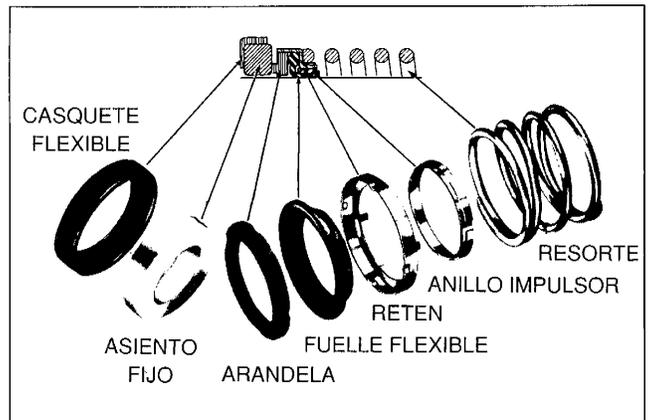

Figura 1. Sello mecánico
- I. Deslice un collar de cierre de sello (54) con los tornillos de fijación (55) orientados hacia el impulsor en cada extremo del eje. Ubíquelos en las marcas de escritura realizadas durante el desarme y trábelas en posición.
- III. Coloque sobre el casquillo de eje el resorte de sello, el anillo impulsor, el retén, el fuelle flexible y la arandela, en ese orden. (Vea la figura 1).
- IV. Inspeccione a fondo la cavidad del casquillo de sello (49) para verificar que no existan marcas o rayaduras que puedan dañar el asiento del sello. Aplique una película de detergente líquido al asiento del sello e instálelo en la cavidad del casquillo de sello, teniendo cuidado de asentarlo pareja y perpendicularmente.
- V. Coloque los anillos "O" (50) alrededor del casquillo del prensaestopas y deslice los casquillos de sello hacia los extremos del eje.
- I. Coloque un asiento de sello en el collarín (54); el otro encaja dentro del casquillo del prensaestopas (49). Estas partes se colocan dentro de sus cavidades de la misma manera que lo harían con un sello individual.
- II. Coloque anillos "O" (51) alrededor de los collarines (54) y coloque estos últimos en los extremos del eje, con los asientos fijos orientados hacia el lado opuesto del impulsor. Luego deslice el fuelle flexible, las arandelas y los resortes sobre el eje, en el orden mostrado en la figura 1, para cada mitad del conjunto de sello doble (53).
- III. Coloque los anillos "O" (50) alrededor del casquillo del sello (49) y deslice los casquillos del sello en los extremos del eje con los asientos fijos orientados hacia el impulsor.
7. Coloque el dispositivo lubricador de cojinetes (39) en el extremo externo del eje.
8. Presione el sello de grasa (37) dentro del cartucho del cojinete (36). En las series de potencia 6B y 7, vuelva a colocar los anillos rápidos (35A) del lado interno del cojinete. Coloque el cojinete de bolas de doble hilera externo (38) en el cartucho del cojinete y presione estas partes sobre el extremo externo del eje. Coloque en su posición el anillo retén (35) para asegurar el cojinete externo. Coloque la junta (34) y el casquete del cartucho (32) en su posición y asegúrelos con los tornillos de cabeza (31).